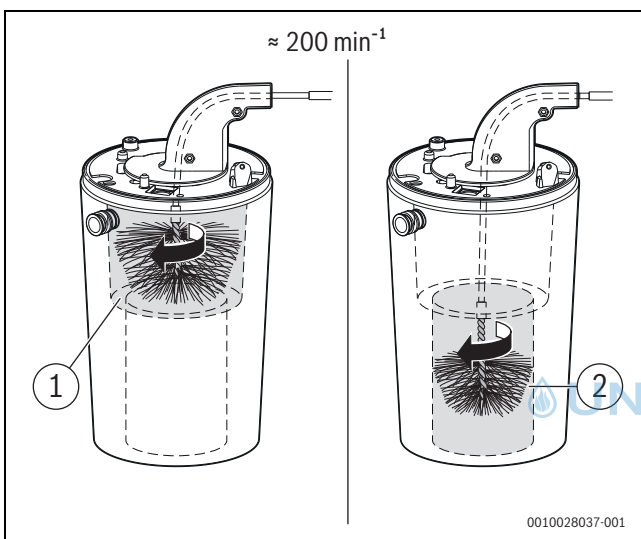

Bild 29 Wärmeblock reinigen (ca.  $200 \text{ min}^{-1}$ , nur Rechtslauf)
- ▶ Mit kleiner Bürste für den unteren Bereich wiederholen (→ Bild 29, [2]).